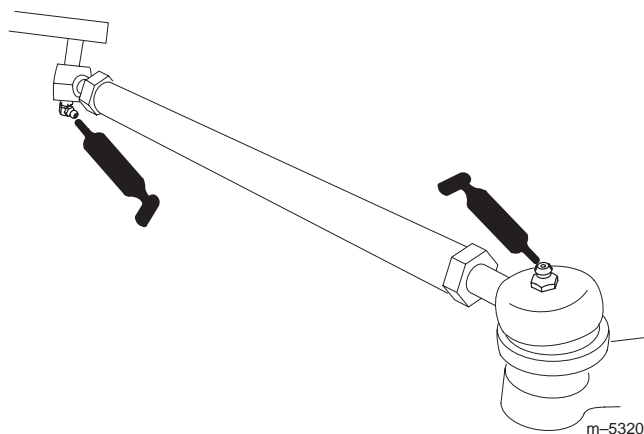
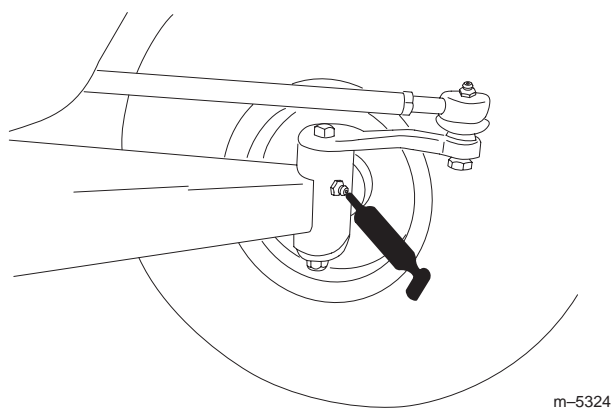

Figure 22
Figure 23
Les graisseurs se trouvent aux (4) extrémités des embouts de biellette de direction (Fig. 22) et aux (2) pivots de fusées d'essieu (Fig. 23).